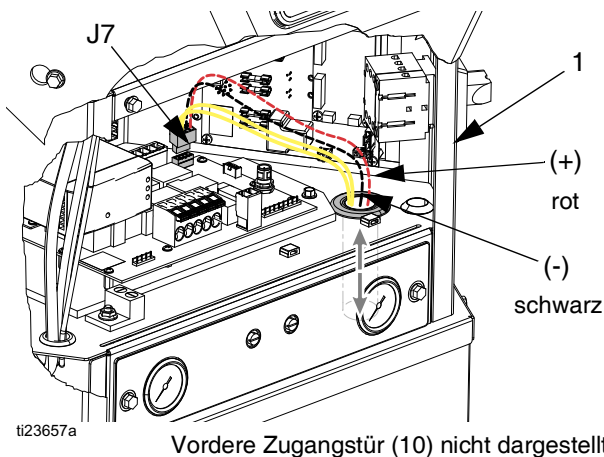

ABB. 58
3. Lüfterdrähte mit Transformatordrähten in Schaltkasten (1) verlegen. Rote und schwarze Lüfterdrähte an J7-Anschluss anschließen. J7-Anschluss wieder mit AWB verbinden. Siehe ABB. 58.